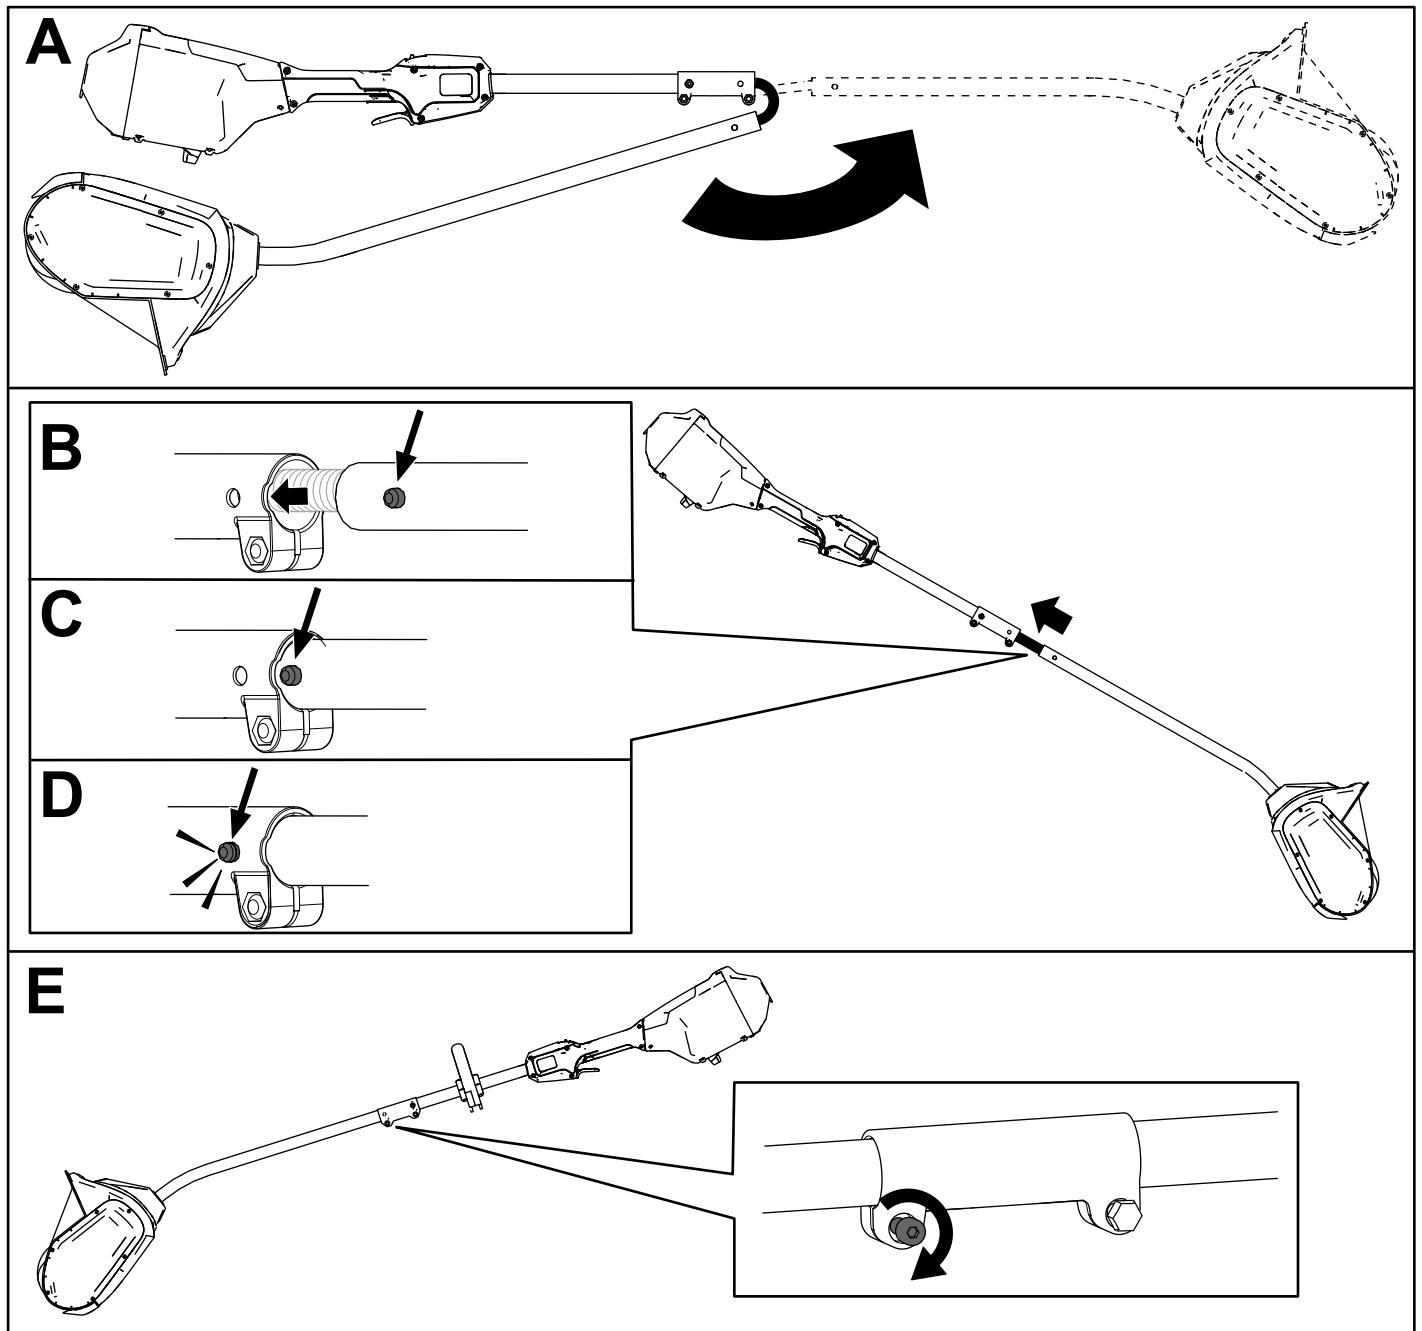

Figura 3
1. Aprite l'impugnatura (A di Figura 3).
2. Allineate il pulsante di bloccaggio sull'albero inferiore con il foro scanalato sull'albero superiore e fate scorrere insieme i 2 alberi (B e C della Figura 3).
Nota: Il pulsante di bloccaggio scatta nel foro scanalato quando gli alberi sono fissati (D della Figura 3).
3. Utilizzando la chiave a brugola in dotazione, serrate la vite sul connettore dell'albero fino a quando non è fissata (E della Figura 3).